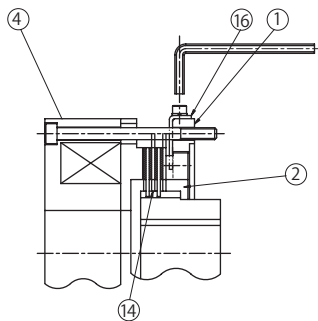

図 8-41
- (1) P79の手順でブレーキを手動解放します。
- (2) センターリング①外周上にあるストッパー⑯をゆるめ、抜き取ります。ギャップ調整ネジ②がフリーになります。(図 8-41 参照)